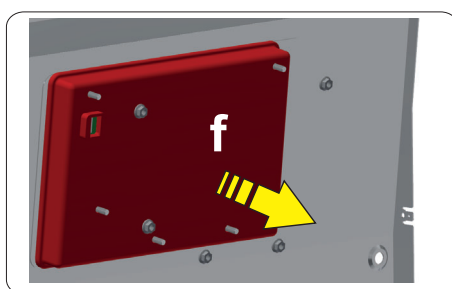

Fig. 12
- Rimuovere la scatola di protezione in plastica (posizione **f** - vedi **Fig. 12**).